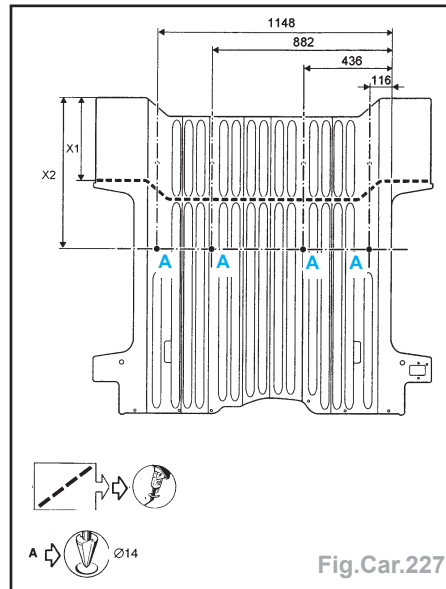

Fig.Car.227
**Adaptations pour les planchers courts** (Fig.Car.227)